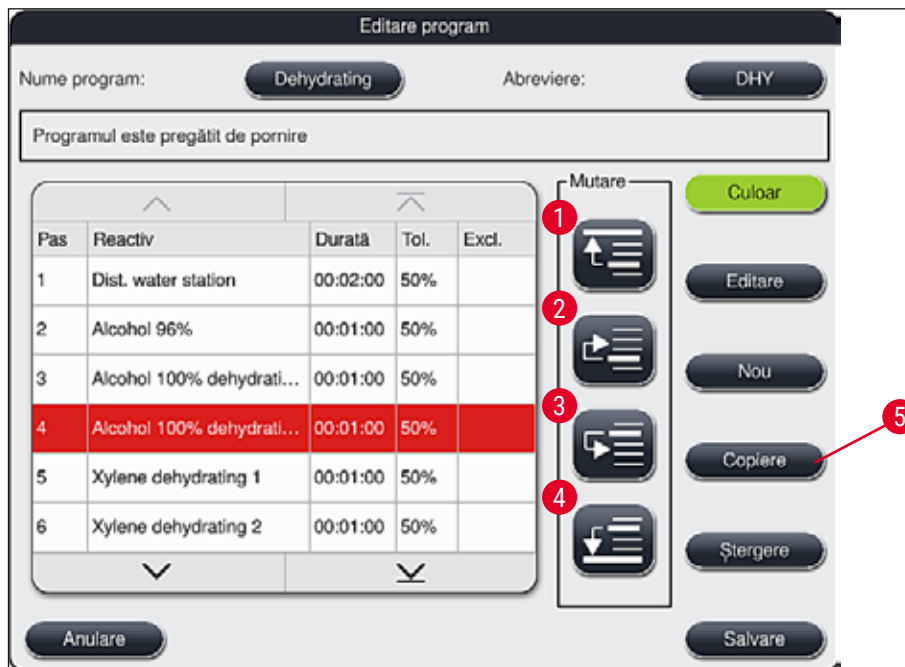

Fig. 48
- Se deschide fereastra **Editare program** (→ "Fig. 48").
- Prin utilizarea butonului **Salvare** (→ "Fig. 48"), modificările sunt acceptate. Apăsați tasta **Anulare** pentru a renunța la înregistrare.